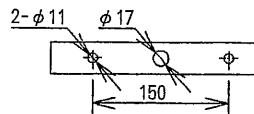

図 1
- 投光器は構造物の取り付け面に図 1 に示す取付ボルトを使用して照射方向に合わせてアームを確実に締め付けてください。取付ボルトは予め照射方向に合わせ施工してください。
- 投光器の照射角度は図 1 の範囲内で使用してください。